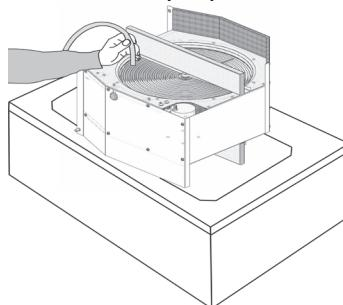

Рис. 11
**Чистка ротора.** Если не удается очистить ротационный теплообменник сжатым воздухом, используйте для очистки тёплую воду (рис.11), а если необходимо – примените обезжирающее вещество, предназначенное для мытья металлов (алюминия). Используя воду для очистки ротора, обеспечьте предотвращение попадания воды на электродвигатель и элементы автоматики. В случае попадания воды необходимо срочно её удалить и высушить смоченный элемент. Оставьте ротор сушить в тёплом сухом месте. Перед тем как включать ротационный теплообменник, убедитесь, что он абсолютно сухой.